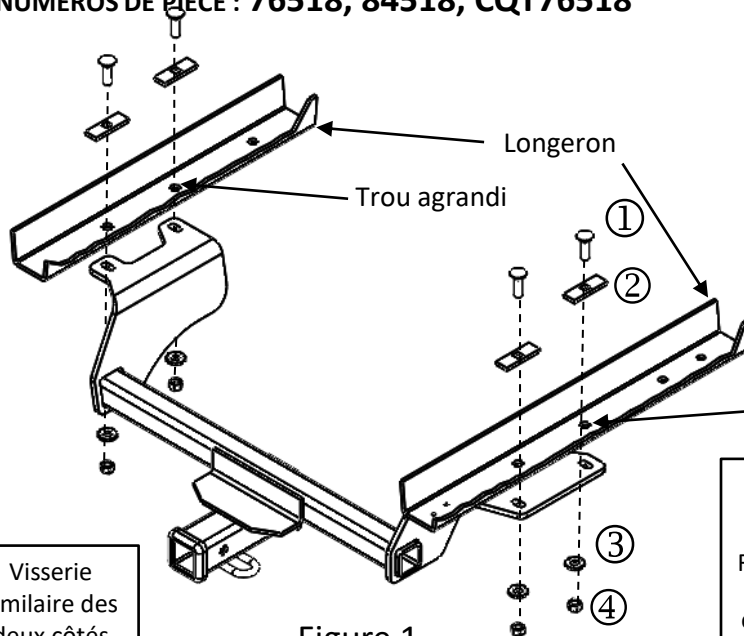

Figure 1
- 7. Installer l'attelage** – Soulever l'attelage en position, aligner les fentes de l'attelage sur les trous de fixation et poser les écrous et les rondelles coniques (côté denté vers l'attelage) des deux côtés, puis serrer à la main selon la Fig 1.
**7. Installer l'attelage** – Soulever l'attelage en position, aligner les fentes de l'attelage sur les trous de fixation et poser les écrous et les rondelles coniques (côté denté vers l'attelage) des deux côtés, puis serrer à la main selon la Fig 1.